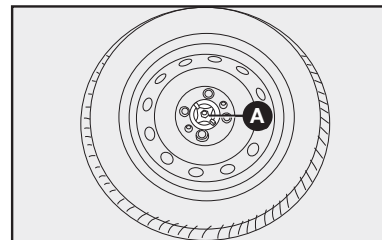

fig. 29
17) Coloque la rueda pinchada en el alojamiento de la rueda de repuesto **fig. 29**, fijándola con el seguro **A**.